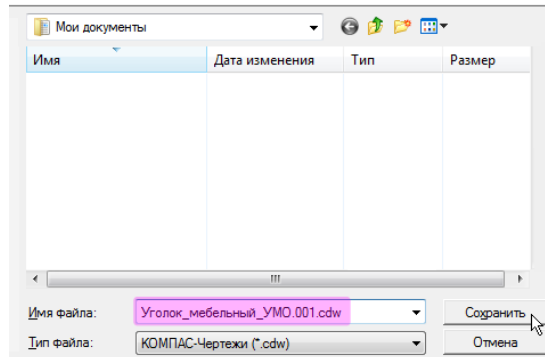

Рисунок 3.5 Сохранение документа
- Нажмите в диалоге кнопку Сохранить - документ будет записан на диск (рисунок 3.5).